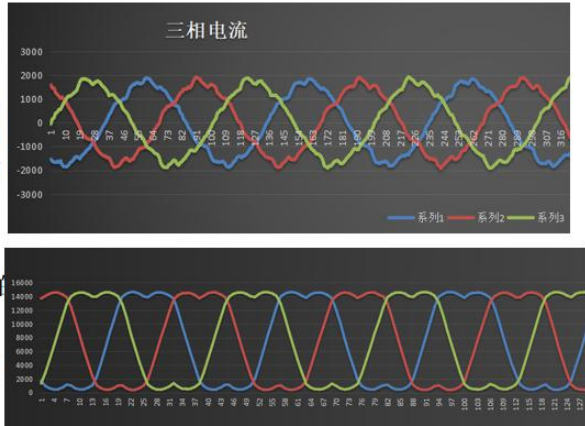

图 10-2：电机电流采集验证
- 2) 采集到相应的结果后参考图 10-2：电机电流采集验证。